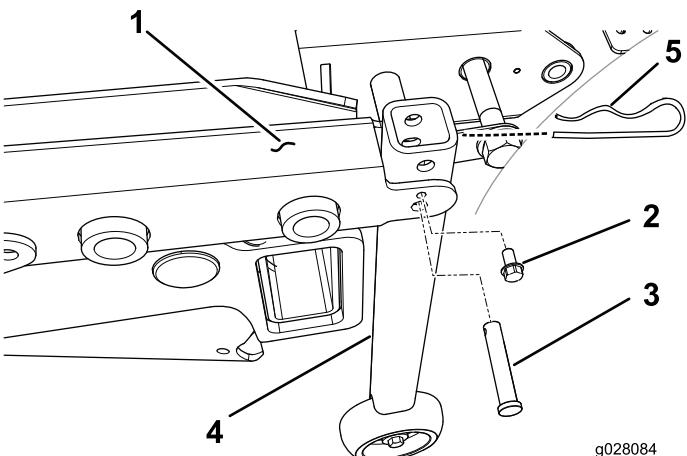

Figura 32
- En unidades de tracción con número de serie anterior al 31299999, monte un tubo de soporte vertical en cada esquina trasera del bastidor de la carcasa, con un pasador de horquilla y un tornillo autorroscante de $\frac{1}{4}$ " (Figura 32).